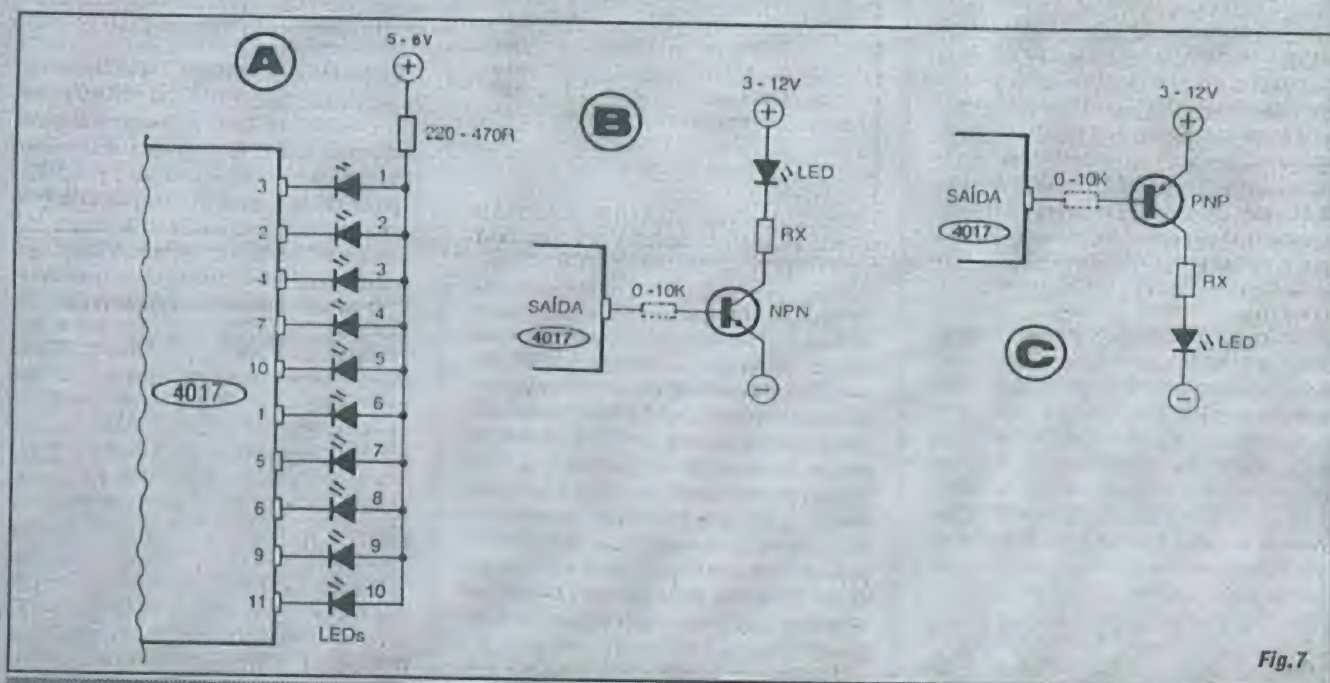

Fig. 7
- FIG. 7- A - "APAGANDO" O LED "DA VEZ" (SEQUENCIAMENTO "AO CONTRÁRIO"...)- Nos arranjos e exemplos dados até agora, na presente série de "Aulas", os LEDs ligados às Saídas do 4017 apenas acendiam quando a respectiva Saída se mostrasse "alta", em "1" digital
- FIG. 7-B - REFORÇANDO AS SAÍDAS COM TRANSISTORES NPN... - É bastante frequente que o circuito ou aplicação requiera o acionamento de cargas mais "pesadas" a partir das Saídas de um 4017 (mesmo um simples LED, que queiramos ver iluminado com alta inten-
- FIG. 7-C - O "REFORÇO" COM TRANSISTOR PNP... - Tudo praticamente idêntico ao arranjo mostrado em 7-B, porém com as inevitáveis inversões de